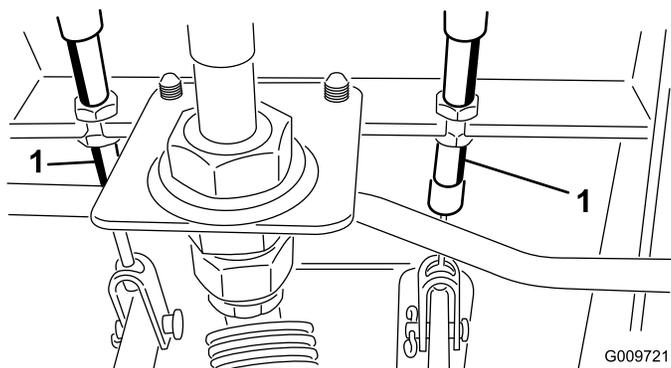

Figure 79
- A. Desserrez l'écrou avant sur l'extrémité filetée du câble de frein (Figure 79).